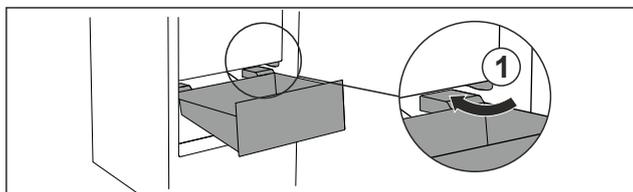

Fig. 44
- ▶ Guider le tiroir en biais en contournant les butées Fig. 44 (1).